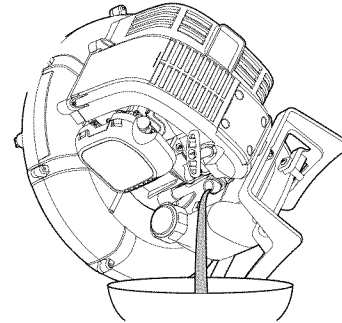

Fig. 17
3. Incline la unidad hacia un lado para verter el aceite del orificio de llenado en un recipiente (Fig. 17). Dele suficiente tiempo para que drene completamente.